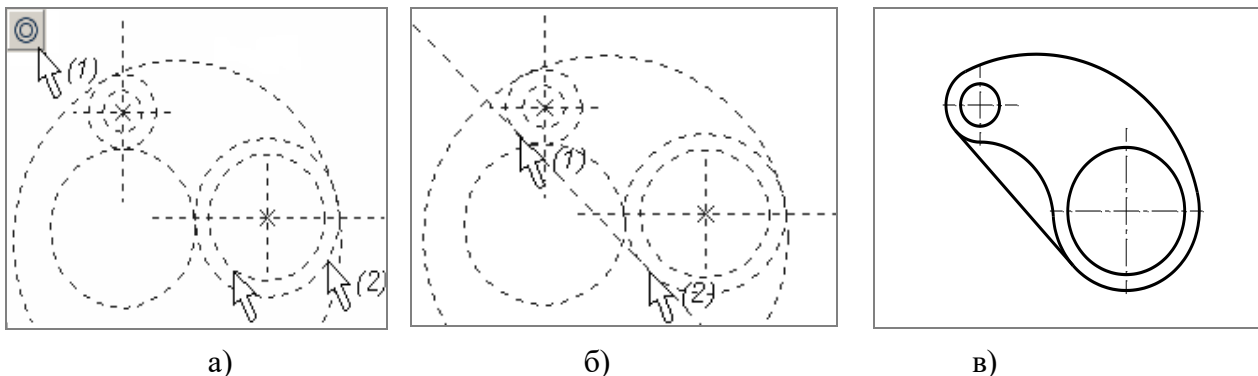

Рисунок 13 – Порядок построения концентрических окружностей, касательной прямой и изображения чертежа
2.3.5 Постройте концентричную окружность. Порядок построения: находясь в команде «», выбрать опцию «», затем указать на окружность (1) (рисунок 13а). В окне свойств элемента построения, задать разность радиусов окружностей, равную – 15 мм. Построения для другой окружности аналогичны.
2.3.6 Постройте касательную прямую. Порядок построения: вызвать команду «». Аналогично построению касательных окружностей, располагая курсор в указанных местах поля чертежа, выбрать сначала окружность (1) (рисунок 13б), затем окружность (2).
2.3.7 Создайте изображение чертежа. Порядок построения: вызвать команду « Изображение» и вычертить контур основной линией (рисунок 13в). Для нанесения осевых линий воспользоваться командой «» («Чертеж|Оси»).